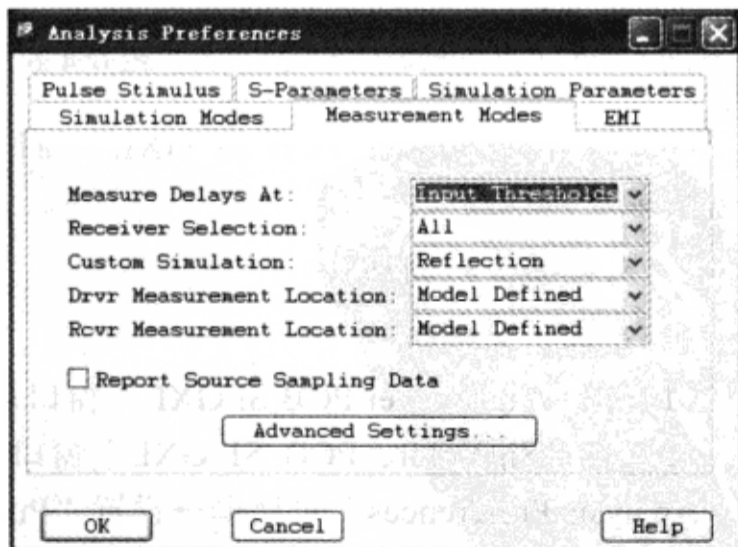

图 6-4-11 设置测量模式
(5) 设置“Measurement Modes”栏，如图6-4-11所示。